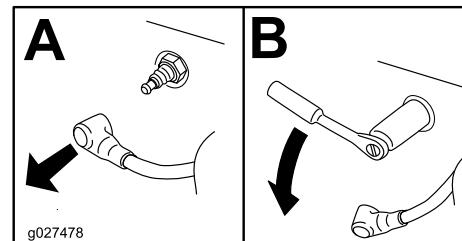

Figura 46
- Retire a(s) vela(s) como se mostra na Figura 46.